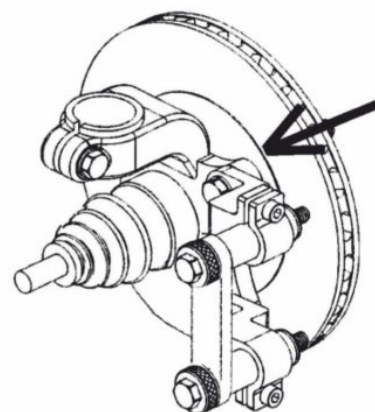

Рисунок 16
7.2.3 Используйте синий крепежный адаптер, если отверстия для крепления суппорта имеют резьбу (см. рис. 16)